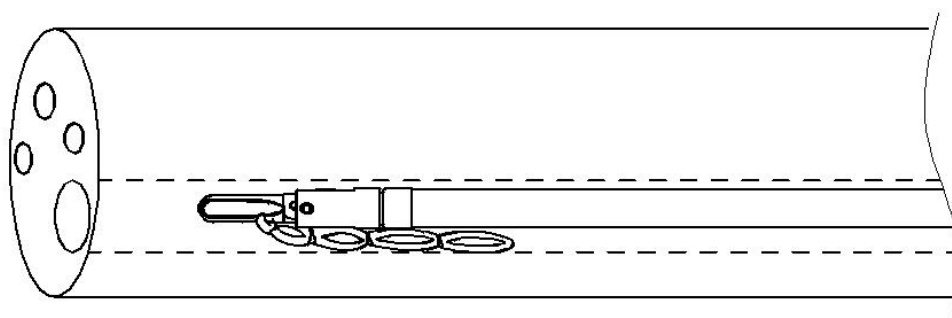

Fig. 3
1. Ouvrez la pochette et retirez le blister de la partie distale de la pince pour exposer la pince avec l'anneau élastique préchargé. Insérez soigneusement l'instrument dans le canal endoscopique, en vous assurant que la pince est en position fermée (Fig.3).